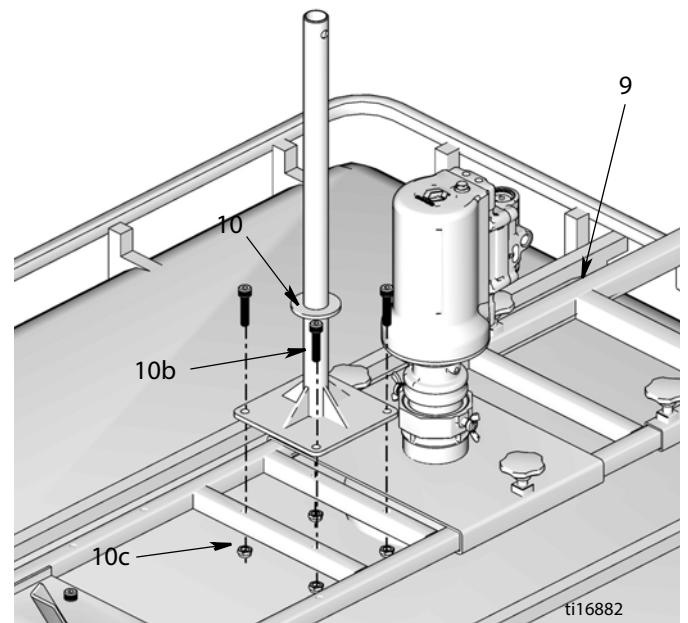

Рис. 16
2. Поставьте скобу барабана (10) на верхнюю скобу (9). Зафиксируйте ее на месте 4 винтами (10b) и гайками (10с) (Рис. 16).
5. Подсоедините распределительное устройство (12) к концу шланга (Рис. 16). Надежно затяните фитинг.